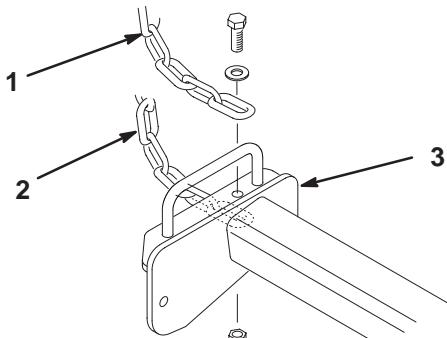

Bild 11
- Befestigen Sie eine Kippkette mit einer Kopfschraube, einer Scheibe und einer Sicherungsmutter oben am Chassis jedes 27 Zoll-Mähwerks und unten am Chassis jedes 32 Zoll-Mähwerks (Bild 11).